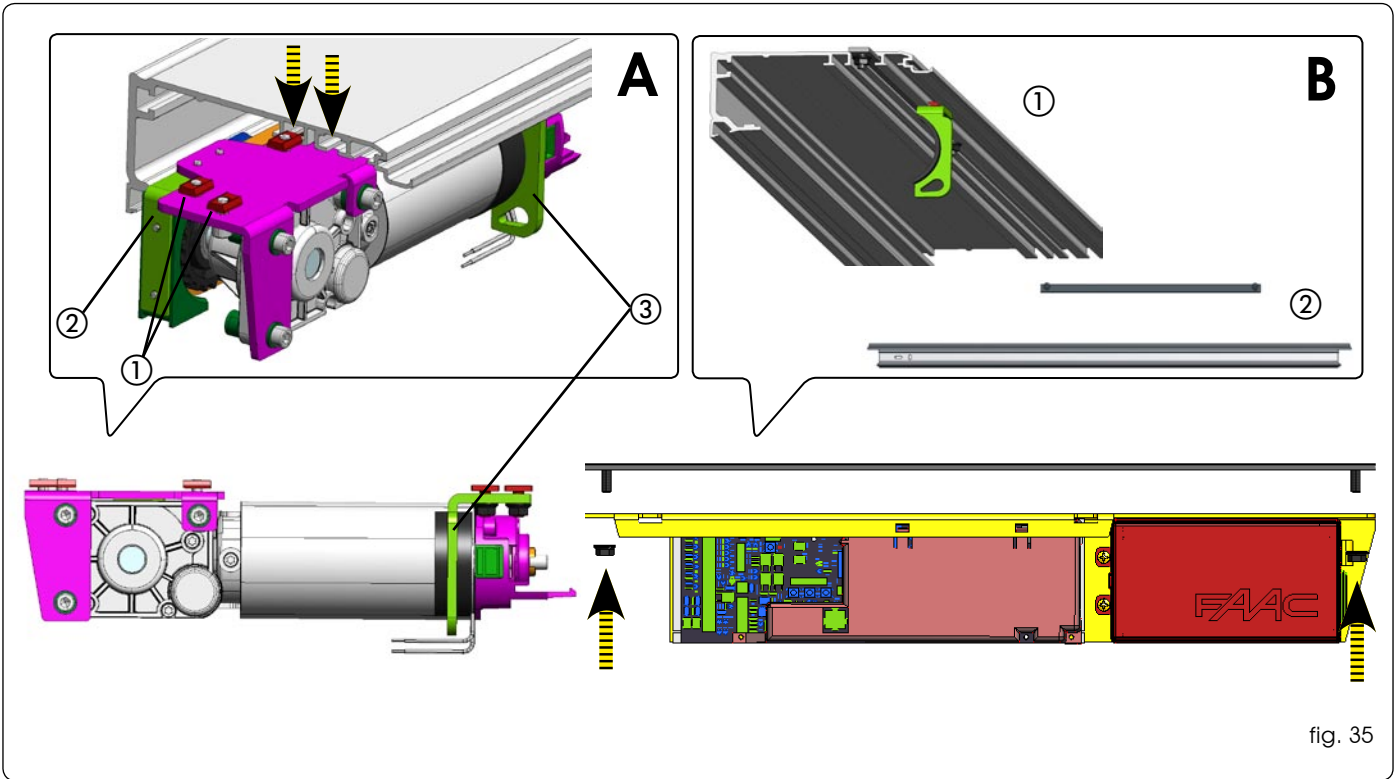

fig. 35
Inserire il modulo elettronico e fissarlo con i due bulloni dell'asta con tiranti.(fig.35 B ① ②)
Inserire 3 piastrini lateralmente al profilo e montare il motore con le 3 viti al profilo di sostegno (fig.35 A ①).
Sulla staffa motore è stata prevista una sagoma con funzione anti-sollevamento cinghia (fig.35 A ②)